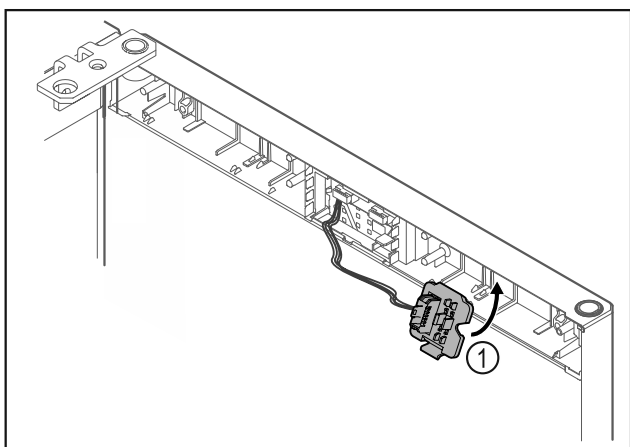

Fig. 19
- ▶ Uglavite držač utikača Fig. 19 (1) na suprotnu stranu.